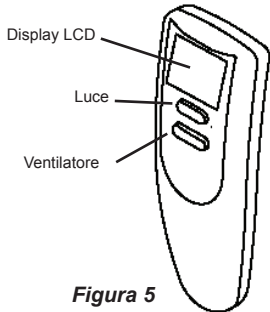

Figura 5
Premere il pulsante delle velocità del ventilatore sul telecomando (fare riferimento alla figura 5). Il ventilatore deve accendersi e raggiungere la velocità massima. Se il ventilatore non si accende o gira troppo piano scollegare l'alimentazione dell'interruttore a muro. Tirare la catenella del ventilatore per cambiare velocità. Ricollegare l'alimentazione e provare con HIGH (ALTO).
ON (ACCESO) e OFF (SPENTO) Premere e rilasciare velocemente il pulsante delle luci sul telecomando portatile per spegnere (OFF) e accendere (ON) le luci. Vedere la figura 5 per le posizioni dei pulsanti sul telecomando.